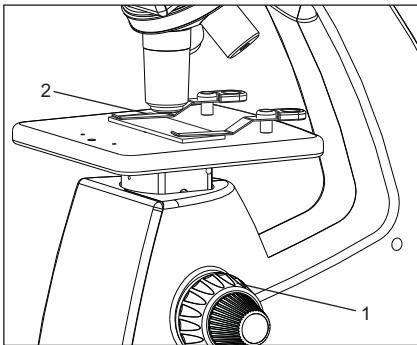

Fig. 6
**Setzen Sie die Probe leicht auf das Stadium und sichern Sie es unter dem Stadiumclips befestigt (Fig. 6).**
1. Drehe das Grobjustagedrehknopf (1) im Gegenuhrzinn, um das Stadium völlig zu senken.
2. Betätigen Sie die Stadiumsclips (2) eins nach dem anderen mit dem Finger, um sie von der Frontseite anzuheben. Setzen Sie die Probe, indem Sie, die Probeglasplatte auf dem Stadium von der Frontseite nach hinten schieben.